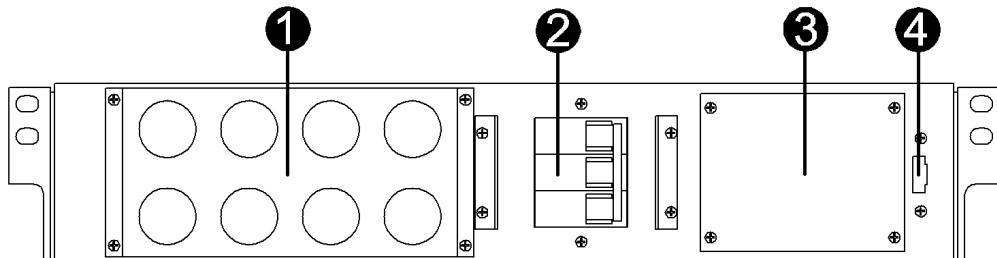

Рисунок 1 – Передняя панель модуля MBS 3/3 15-20К
- снять защитную крышку клеммной колодки 1 (см. рисунок 1) модуля, снять аналогичную защитную крышку ИБП;
- убедиться в надежности присоединения проводников, установить защитную крышку клеммной колодки **1** (см. рисунок 1) модуля и аналогичную защитную крышку ИБП, затянуть фигурные гайки кабельных вводов защитной крышки ИБП (при их наличии);
- соединить сигнальным кабелем из комплекта поставки модуля разъем «Порт контроля» **4** (см. рисунок 1) модуля с разъемом «Порт контроля Увых» ИБП, закрутить винты разъемов сигнального кабеля.
- убедиться, что автоматический выключатель **2** (см. рисунок 1) модуля находится в выключенном состоянии;
- снять защитную крышку переключателя обводной цепи **3** (см. рисунок 1) модуля, убедиться, что переключатель обводной цепи модуля находится в положении «**UPS**», установить защитную крышку на место;
- включить автоматический выключатель **2** (см. рисунок 1) модуля;
- снять защитную крышку переключателя обводной цепи **3** (см. рисунок 1) модуля; если предыдущий пункт не был выполнен, то при снятии защитной крышки срабатывает концевой выключатель модуля, сигнал с него транслируется посредством сигнального кабеля в ИБП, и ИБП принудительно переключается на встроенную обводную цепь;
- отключить автоматический выключатель **2** (см. рисунок 1) модуля, дождаться полного выключения ИБП.
- включить автоматический выключатель **2** (см. рисунок 1) модуля, при этом напряжение сети подается на вход ИБП, и ИБП должен перейти в режим работы по встроенной обводной цепи;
- установить защитную крышку переключателя обводной цепи 3 (см. рисунок 1) модуля на место;
- выключить автоматический выключатель 2 (см. рисунок 1) модуля;